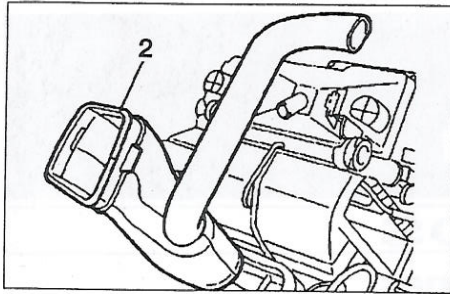

FIGURA 10-19
- Desmontar el conducto de aire (2) de las plazas traseras (figura 10-19).